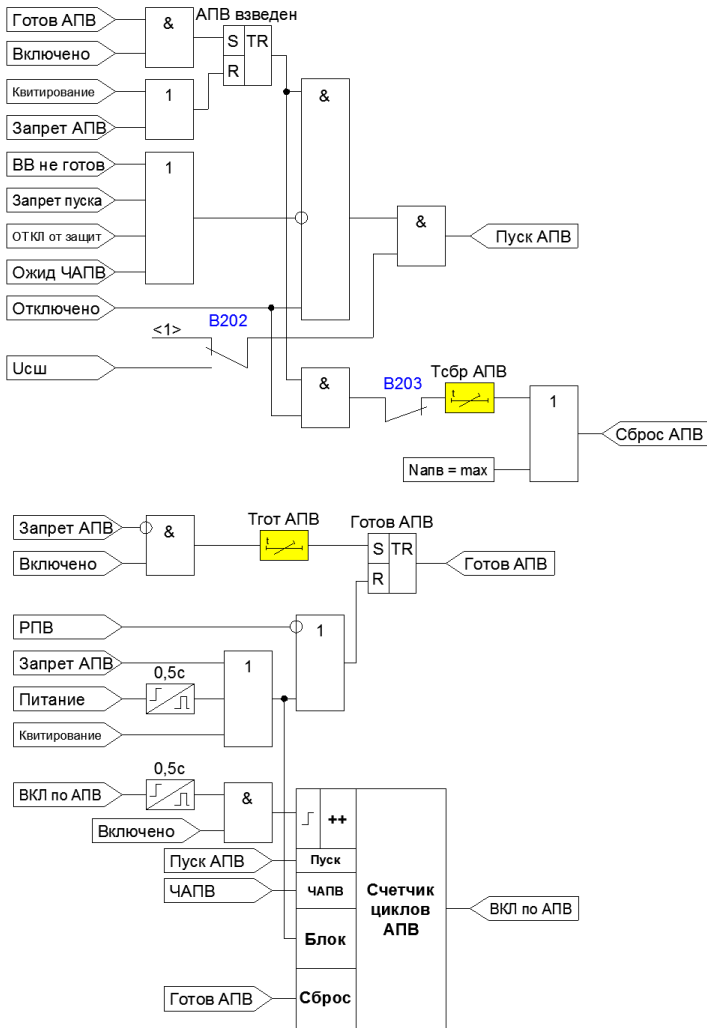

Рисунок 4.2.5 – Функциональная схема АПВ
- после включения ВВ набрана выдержка времени готовности, появился сигнал готовности и выключатель продолжает оставаться включенным (Рисунок 4.2.5);